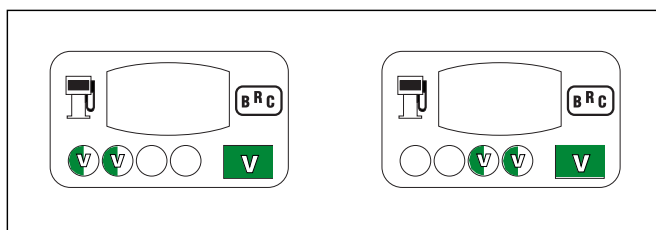

Fig. 26
- **Après environ 5 secondes le LED BICOLORE s'allume vert fixe** (début de la phase d'acquisition du signal tours) (fig. 26).